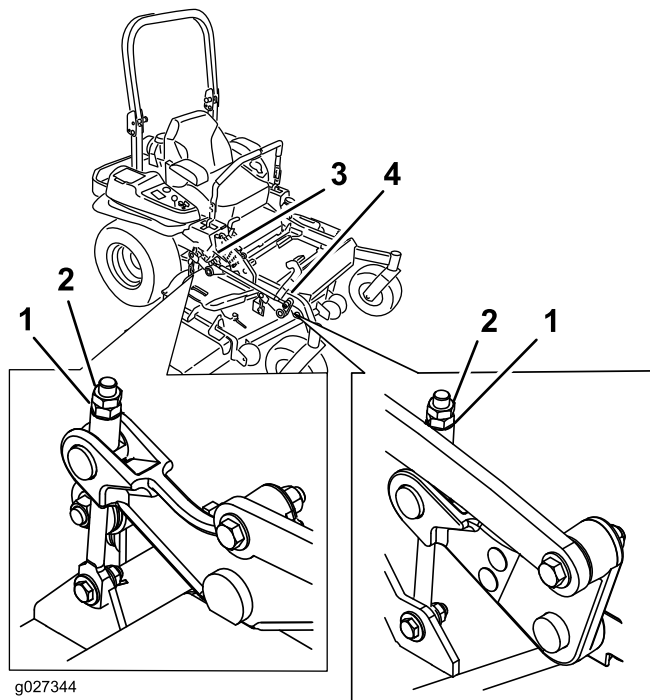

Figure 94
10. Le cas échéant, desserrez le contre-écrou à embase sur le côté de la chape et l'écrou de blocage sur le dessus. Ajustez précisément la vis de réglage en la tournant jusqu'à obtention d'une hauteur de 7,6 cm (3 po) (Figure 94).
16. Ajustez précisément la vis de réglage en la tournant jusqu'à obtention d'une hauteur de 8,3 mm (3-1/4 po) (Figure 94).